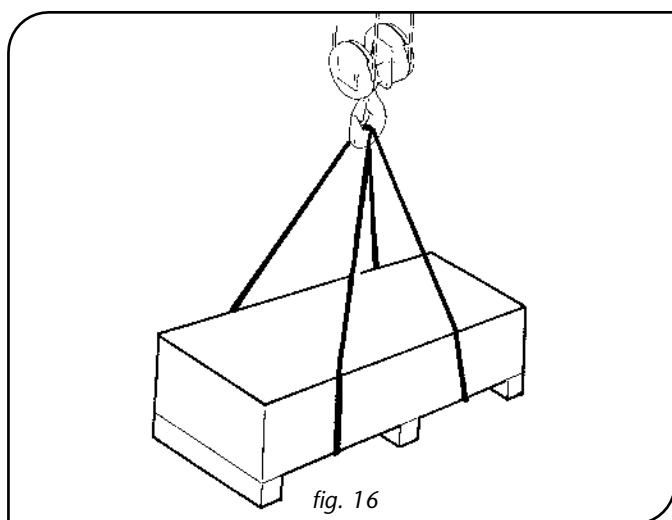

fig. 16
- appareil de levage (pont) et accessoires (élingues) - (figure 16),
3. Si l'unité chariot/palan se trouve à l'intérieur d'une caisse ou d'une cage, la manipulation peut être effectuée comme décrit au point (A - 2) - (figures 16 - 17).